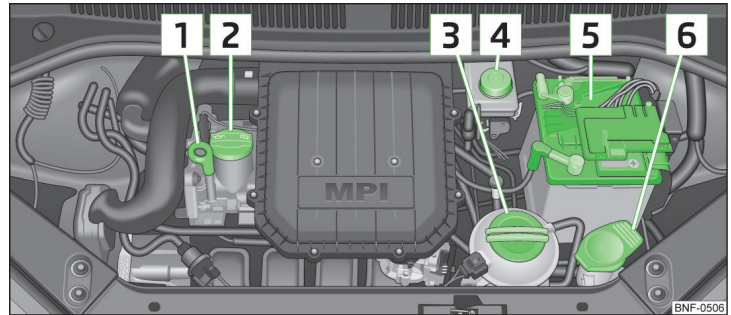

Fig. 99 Prezentarea în principiu: Compartimentul motor
Disponerea în compartimentul motor » fig. 99
- Deșurubați capacul orificiului de umplere cu ulei » fig. 99 la pagina 110.